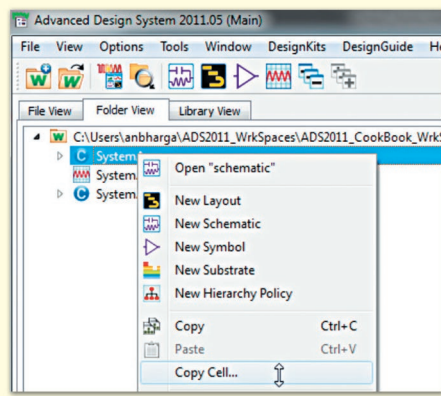

Рис. 36
- Створіть копію комірки, натиснувши правою кнопкою миші на комірку, що вже існує, і вибравши команду Copy Cell (Копіювати комірку) (рис. 36).